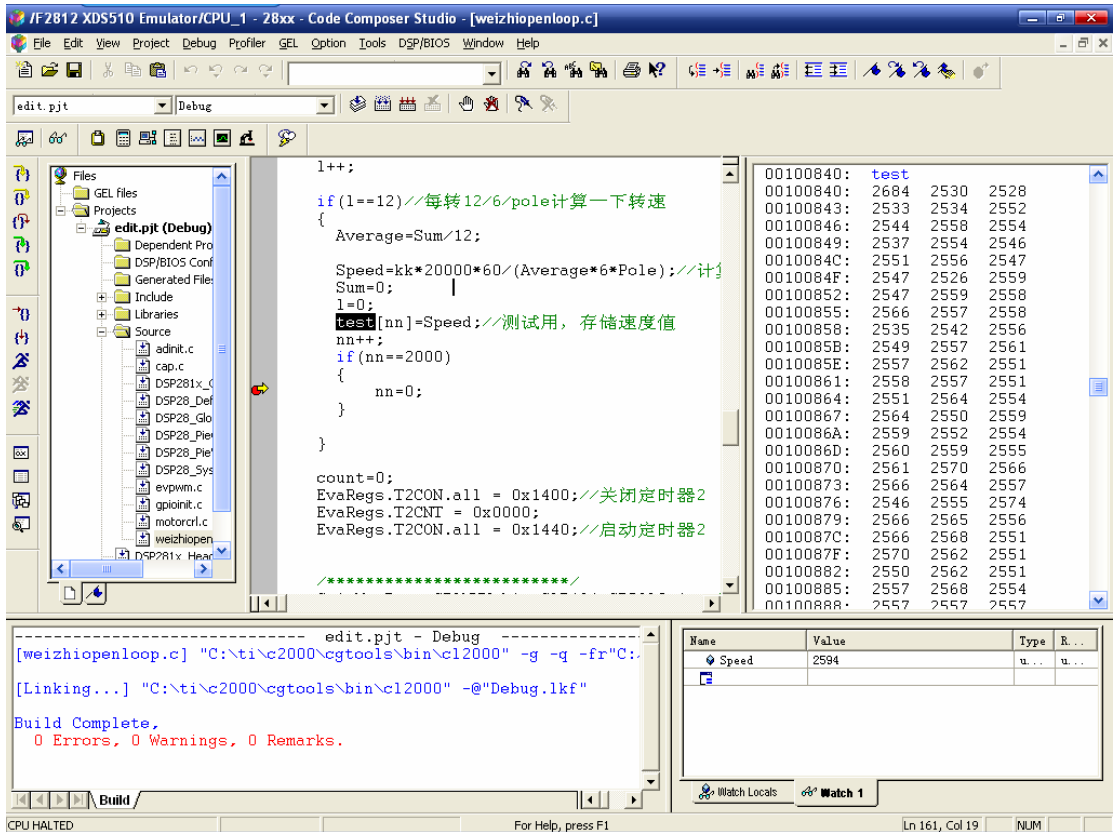

图 6-2
- 按 F5 运行，电机变以一定的速度旋转起来，通过观察变量 Speed 的值，可以知道此时速度的值；通过观察数组 test[]的值，可以知道过去一段时间内速度的值，如图 6-2；